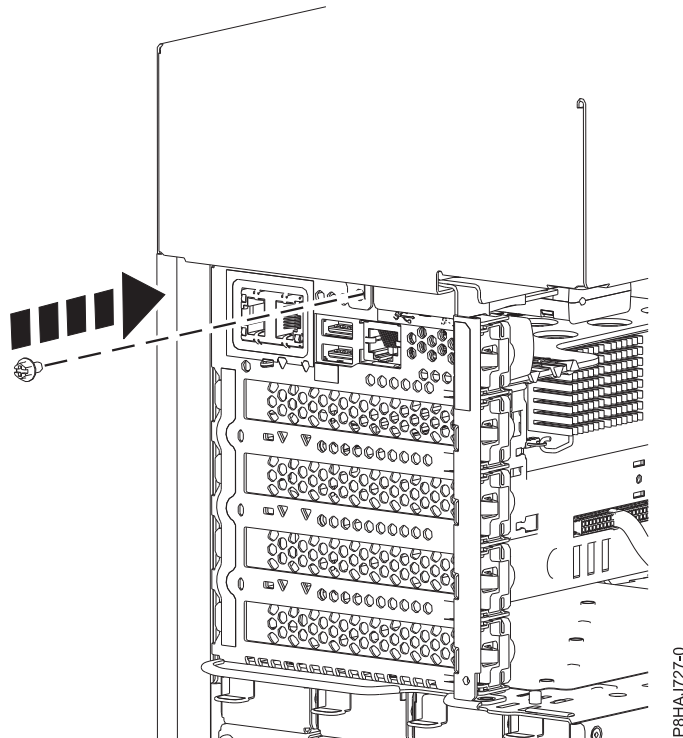

Figura 28. Colocación del tornillo de la cubierta lateral de 8286-41A
5. Ponga el tornillo posterior de la cubierta lateral con un destornillador de estrella, tal como se muestra en la Figura 28 en la página 45.